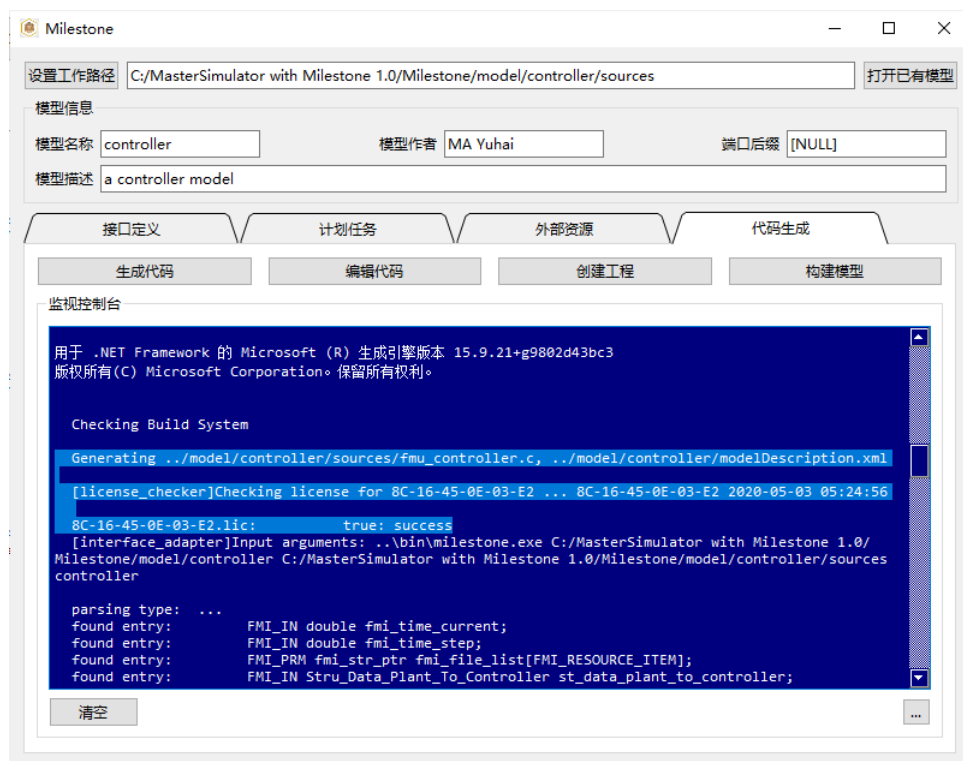

图 4.13: 开始构建，确认授权通过
- 点击“构建模型”，开始编译、模型打包与测试过程，如 图 4.13 。请确认工具包授权检测通过，并生成了相关文件。